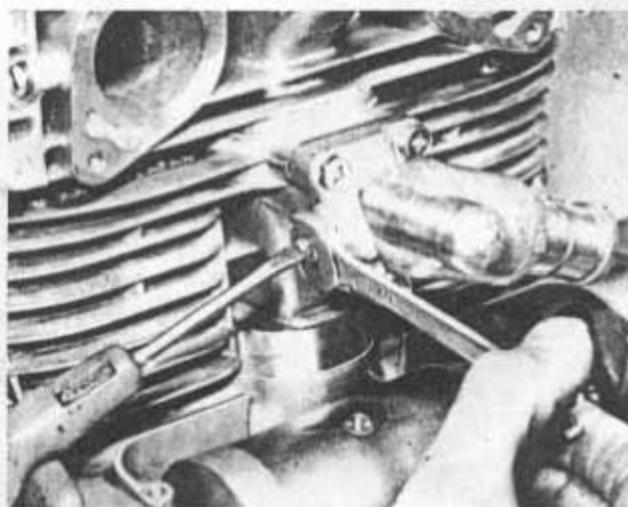

Bild 156
- Nach Anbau des Kettenspanners drehe man die Feststellschraube  $\frac{1}{4}$  bis  $\frac{1}{2}$  Umdrehung heraus, damit sich der Spannstift unter Wirkung der Druckfederspannung nach vorne schiebt (Bild 156). Ohne die Feststellschraube weiter zu drehen, ziehe man nun die Gegenmutter fest.